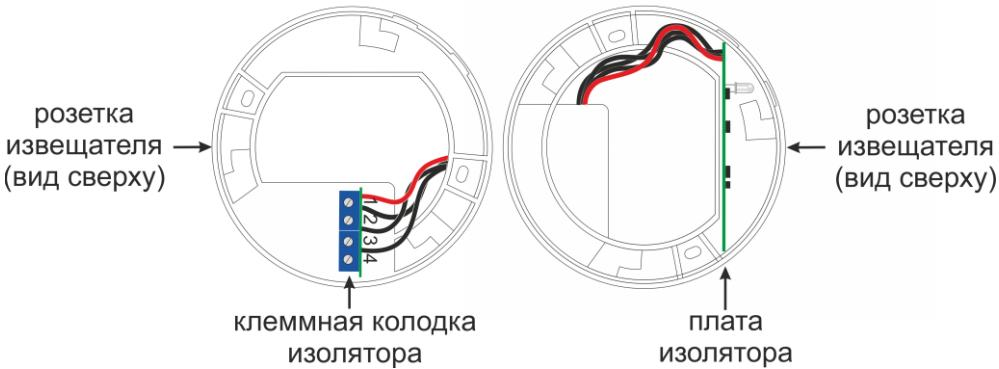

Рис. 1. Внешний вид изолятора, установленного в розетку извещателя
Изолятор конструктивно состоит из платы изолятора, соединенной проводами с клеммной колодкой изолятора, которые при монтаже устанавливаются в розетку извещателя ИП 101-5а-В «RF05-Т» или ИП 212-6а «RF05-ДО» (см. рис. 1).
6.1 Установить изолятор и клеммную колодку в розетку извещателя (см. рисунок 1).